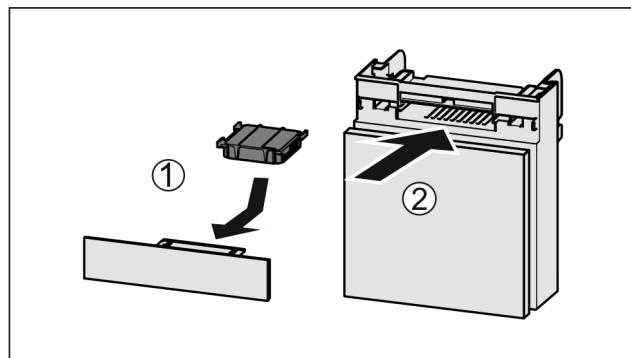

Fig. 57
- ▶ Umetnite filtara s aktivnim ugljenom kao što je prikazano na slici Fig. 57 (1).
- ▶ Umetnite pretinac Fig. 57 (2).